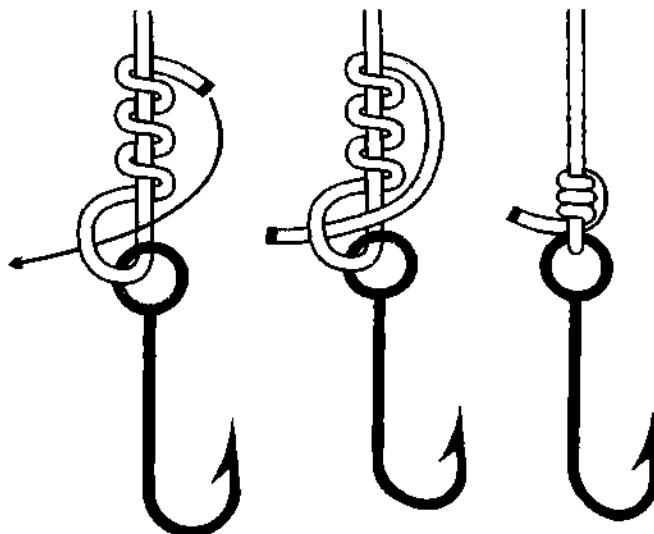
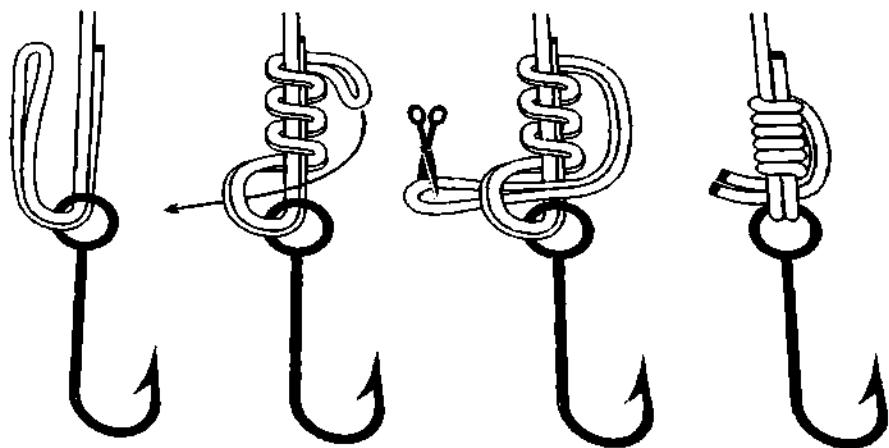

Рис. 710. Ушковый узел.
Рис. 712. Сдвоенный ушковый узел.
Ушковый узел очень надёжный и почти не ослабляет леску. Узел можно использовать почти для любых лесок, но особенно хорошо держит этот узел на монолесках (рис. 710, 711). На большинстве плетёных и фторкарбоновых лесках ушковый узел имеет тенденцию скользить, поэтому на шнурах его лучше вязать сдвоенным концом (рис. 712). Ушковый узел мало пригоден для толстых лесок, так как на них он хуже затягивается. Лучше всего ушковый узел подходит для лесок, выдерживающих до 5,5 кг. Количество шлагов у ушкового узла используется от 3 до 6. Чем крепче (толще) леска, тем меньше кладётся шлагов. Узел затягивается за основную леску, а не за ходовой конец.
**Сдвоенный ушковый узел** ещё более крепок, чем обычный и более всего подходит для тонкого плетёного шнура (рис. 712). При вязке узла кладётся не менее 4 шлагов. **Сдвоенный ушковый узел** хорошо подходит для очень тонких монолесок.